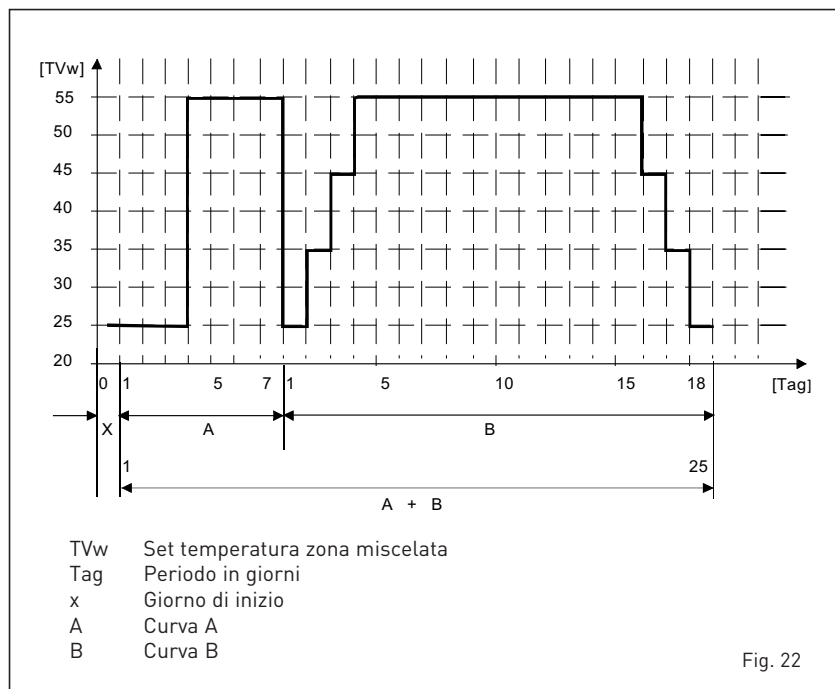

Fig. 22
4.5.3 Diagnosi e soluzioni della pompa impianto ad alta efficienza (fig. 22/a)